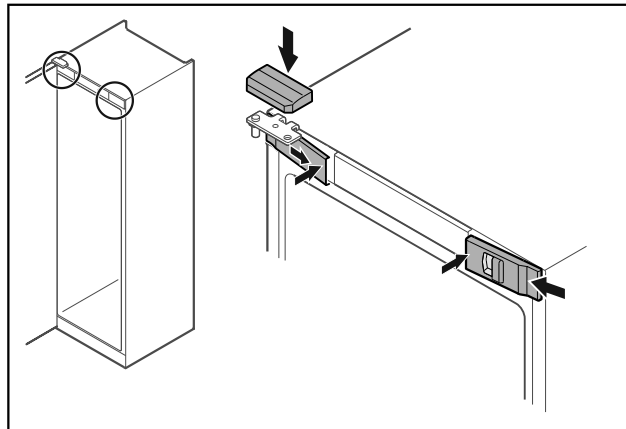

Fig. 48
- Vordere Abdeckungen Fig. 48 (1) seitlich einhaken und innen aufrasten.
- Obere Abdeckung Fig. 48 (2) von oben aufrasten.